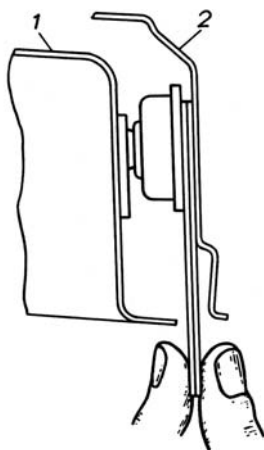

Рис. 9.17. Определение величины зазора между фиксатором, и боковиной: 1 - дверь; 2 – боковина
- прокладками 9 определяют величину зазора между корпусом фиксатора и боковиной, используя для доступа зазор между дверью 1 (рис. 9.17) и боковиной 2;
- устанавливают равномерно (разница не более 1 шт.) прокладки 5 и 9 (рис. 9.17) под шип и корпус фиксатора.